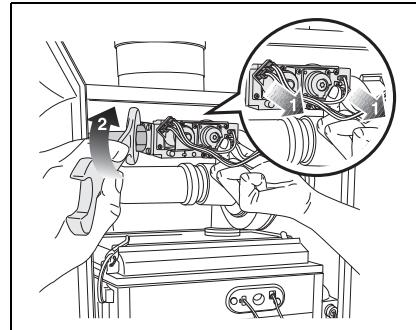

Fig. 4
- Estrarre la spina dell'allacciamento alla rete della valvola del gas (fig. 4, pos. 1) e allentare il dado di raccordo della tubazione del gas (fig. 4, pos. 2).
- Estrar le spine della valvola del gas (fig. 4, pos. 1) ed allentare il raccordo a vite del tubo de gas (fig. 4, pos. 2).